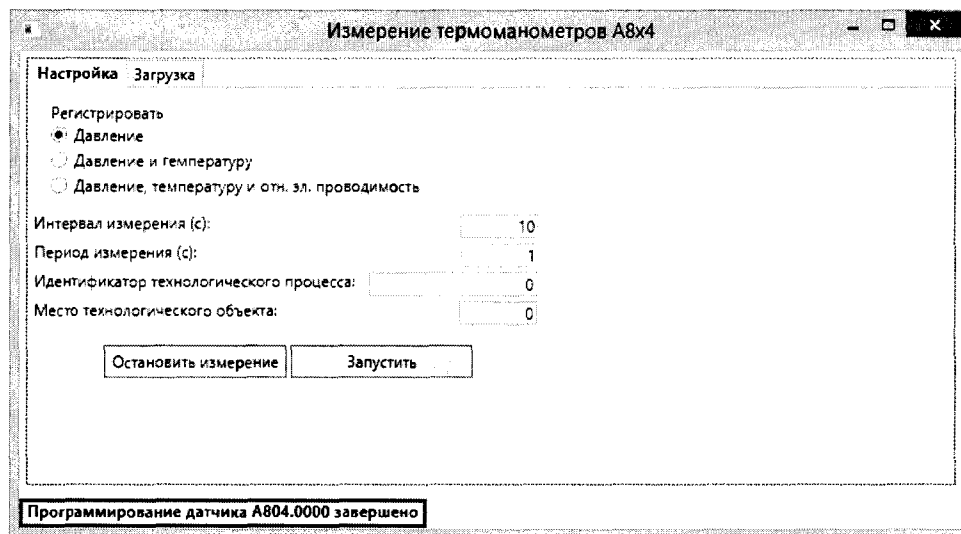

Рисунок 4 – Успешный запуск измерения
7.2.7 на нижней панели страницы настроек будет показан результат операции запуска измерения: сообщение «Программирование датчика завершено» при успешном выполнении операции или сообщение об обнаруженной ошибке (Рисунок 4).